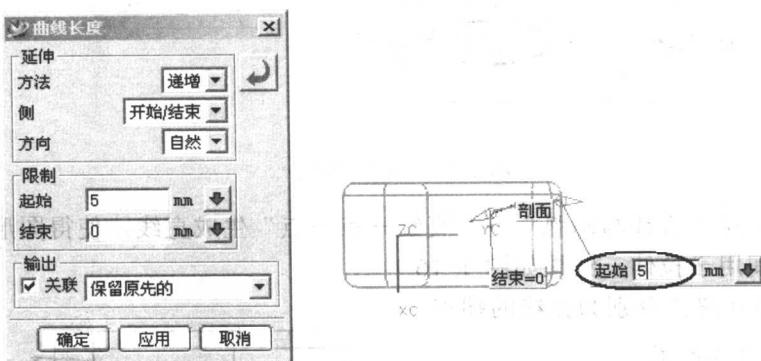

图 1-13 延长圆弧
(2) 利用“编辑曲线”→“编辑曲线长度”使上一步生成的圆弧外端加长 5mm，如图 1-13 所示。